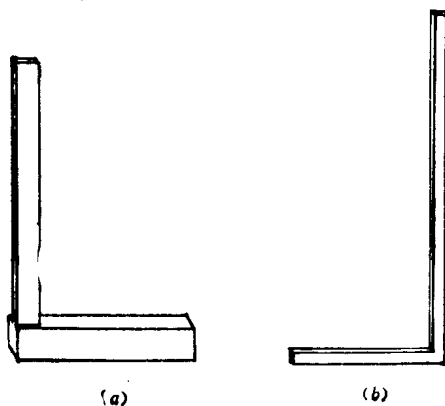

图 1-1 方尺
(2) 钢卷尺 目前市场供应的钢卷尺种类很多，其特点是尺身能自动弹缩收回盒内，使用和携带都很方便。尺长为1 m或2 m。尺上最小刻度为mm。
(3) 木折尺 木折尺有四折和八折两种。四折尺有金属配件；八折尺是木质的，仅转轴及封头有金属配件。另外还有一种材积木折尺，尺上带有材积表，可根据直径的大小，直接读出材积数量，一般供木材检尺员使用。
(4) 方尺(也叫拐尺) 这是木工画线使用的主要工具。它一般分两种：大方尺和小方尺。小方尺的主尺长为150~200mm，副尺长为250~300mm。大方尺多数为金属制品，不分主尺和副尺，两者厚度相同。其长边约500mm，短边约250mm，方尺构造见图1-1。